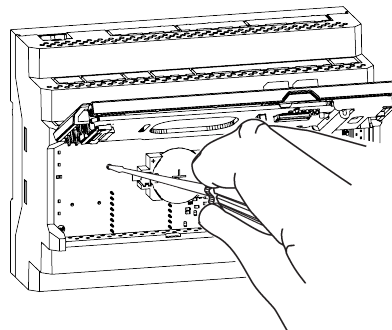

Abb. 4.38 Wiederherstellung der Werkseinstellungen
3. Halten Sie mit einem dünnen Werkzeug die Servicetaste mindestens 12 Sekunden lang gedrückt (siehe Abb. 4.38).